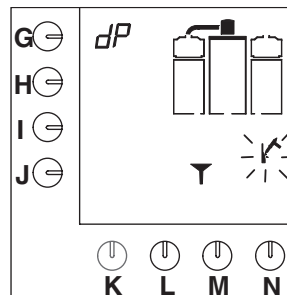

Fig. 19 Kaffetraktesystemet etterlyser rensmiddel
- Et signal høres, hammersymbolet blinker og det vises en trakt på displayet (fig.19).